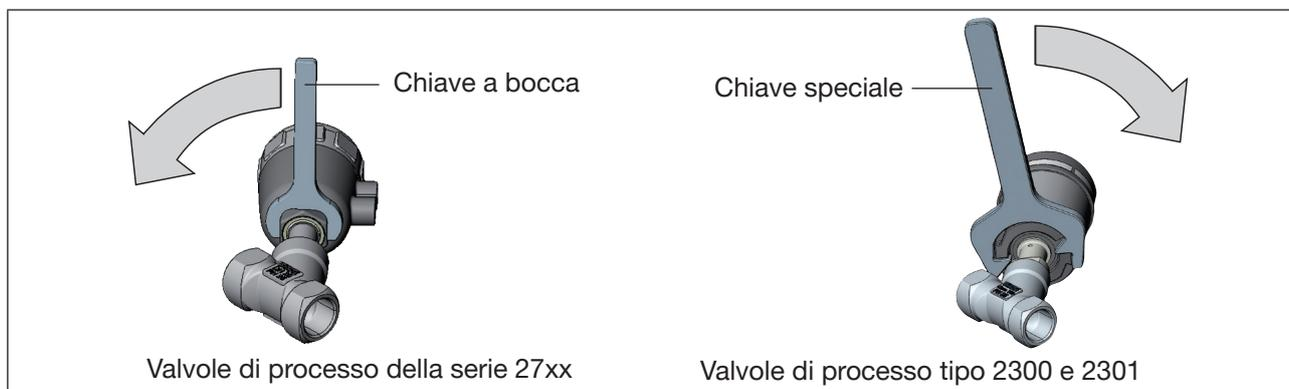

Figura 22: Senso di rotazione prescritto e utensile per la rotazione del modulo attuatore
► Ruotare il modulo attuatore **solo nel senso prescritto** (vedere "Figura 22").